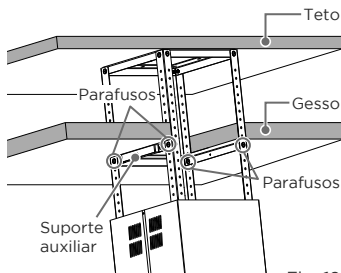

Fig. 12
2. Prenda o suporte de fixação da coifa no teto. Juntamente com a coifa são enviados 2 suportes auxiliares, este suporte deverá ser fixado nas cantoneiras por meio de 2 Parafusos ST4.2*16 que corresponde a parte lateral, logo abaixo do gesso (Fig. 12).